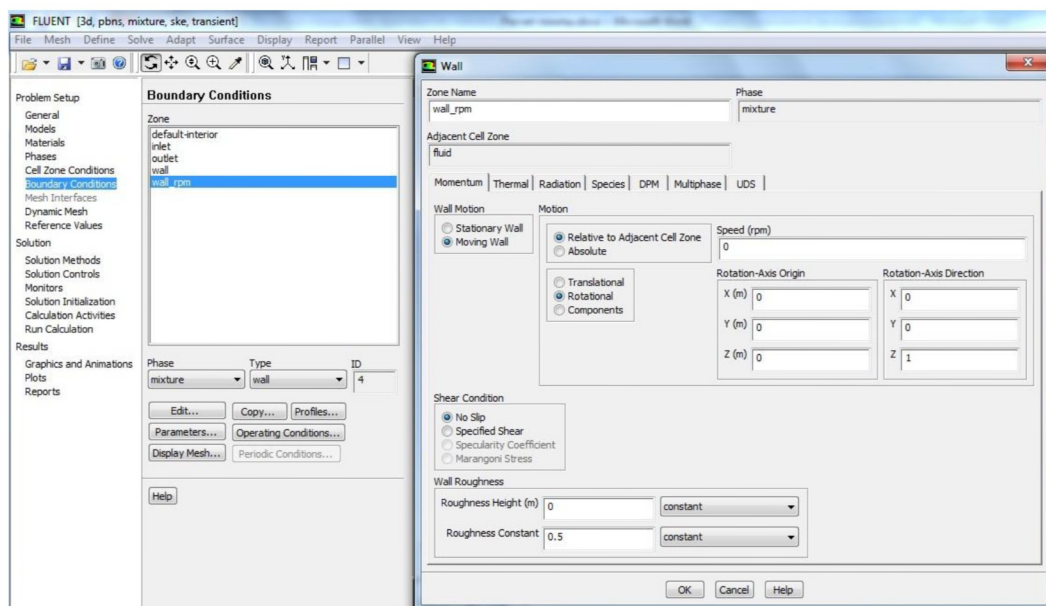

Рисунок 33 – Настройка граничных условий вращающегося рабочего колеса насоса
3. Настройка параметров вращающихся элементов насоса *wall_rpm* осуществляется следующим образом (рисунок 33):